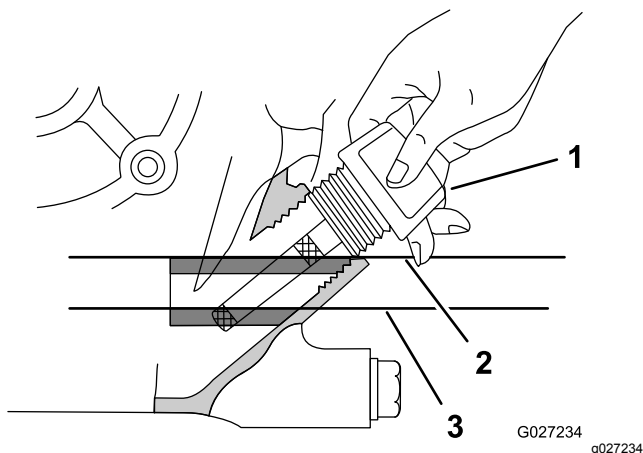

Figure 8
4. Sortez la jauge du moteur et essuyez-la sur un chiffon propre (Figure 8).
5. Insérez la jauge dans le moteur, comme montré à la Figure 8.
6. Sortez la jauge du goulot de remplissage et vérifiez le niveau de liquide dessus (Figure 8).
Remarque : Le niveau d'huile moteur doit recouvrir la zone hachurée sur la jauge (Figure 8).
8. Serrez la jauge à la main dans le goulot de remplissage (Figure 8).